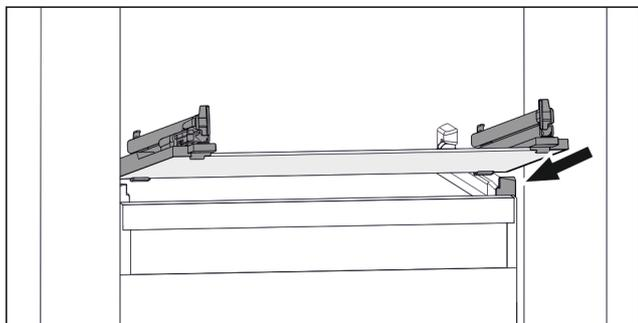

Fig. 168 Příklad znázornění skleněné desky
- ▶ Nasadte skleněnou desku šikmo za zářezky. (viz Fig. 168)